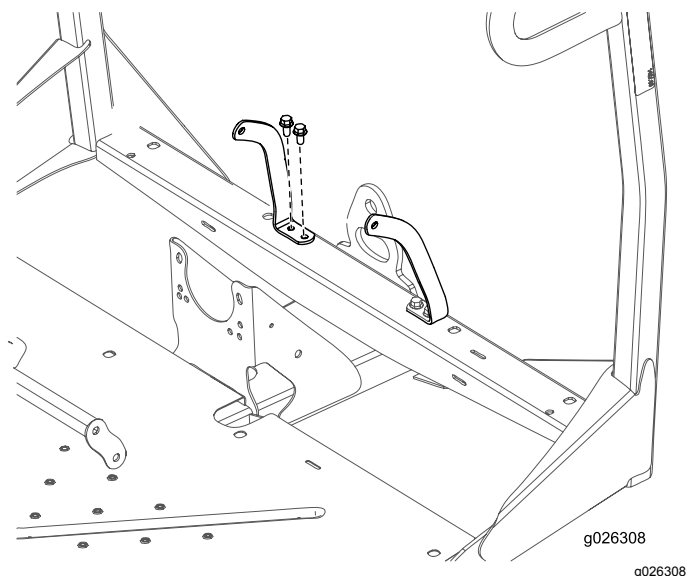

Figura 8
5. Prenda o suporte de fixação do cinto de segurança esquerdo e direito à estrutura frontal com 4 parafusos ($\frac{3}{8} \times \frac{3}{4}$ pol.) e 4 porcas ($\frac{3}{8}$ pol.) como se mostra na Figura 8.